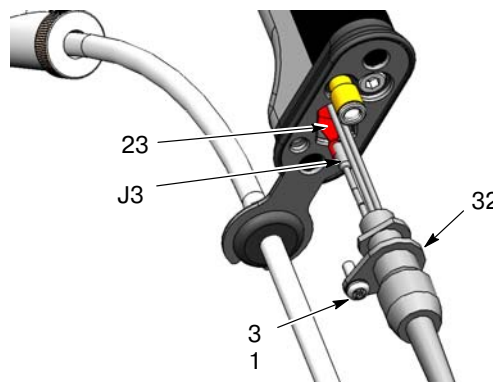

Рис. 16 Отсоединение кабеля управления от рукоятки
3. См. рис. 16. Вывернуть винт (31) крепления кабеля (32) к нижней части рукоятки распылителя.
4. Поворачивая кабель, освободить его из основания рукоятки. Осторожно вытянуть кабель до положения, в котором открывается доступ к гнезду (23) выключателя спускового крючка.